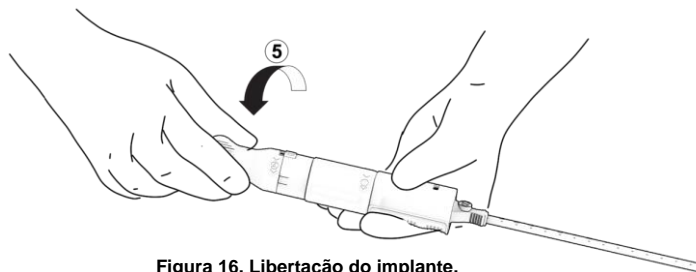

Figura 16. Liberação do implante.
- Coloque a mão livre no came de libertação, marcado com "5", e rode parcialmente esta secção de preensão 90° na direção indicada pelas primeiras marcações de alinhamento. Figura 16. O implante está agora na configuração de totalmente colocado, mas ainda fixo na pega do dispositivo.